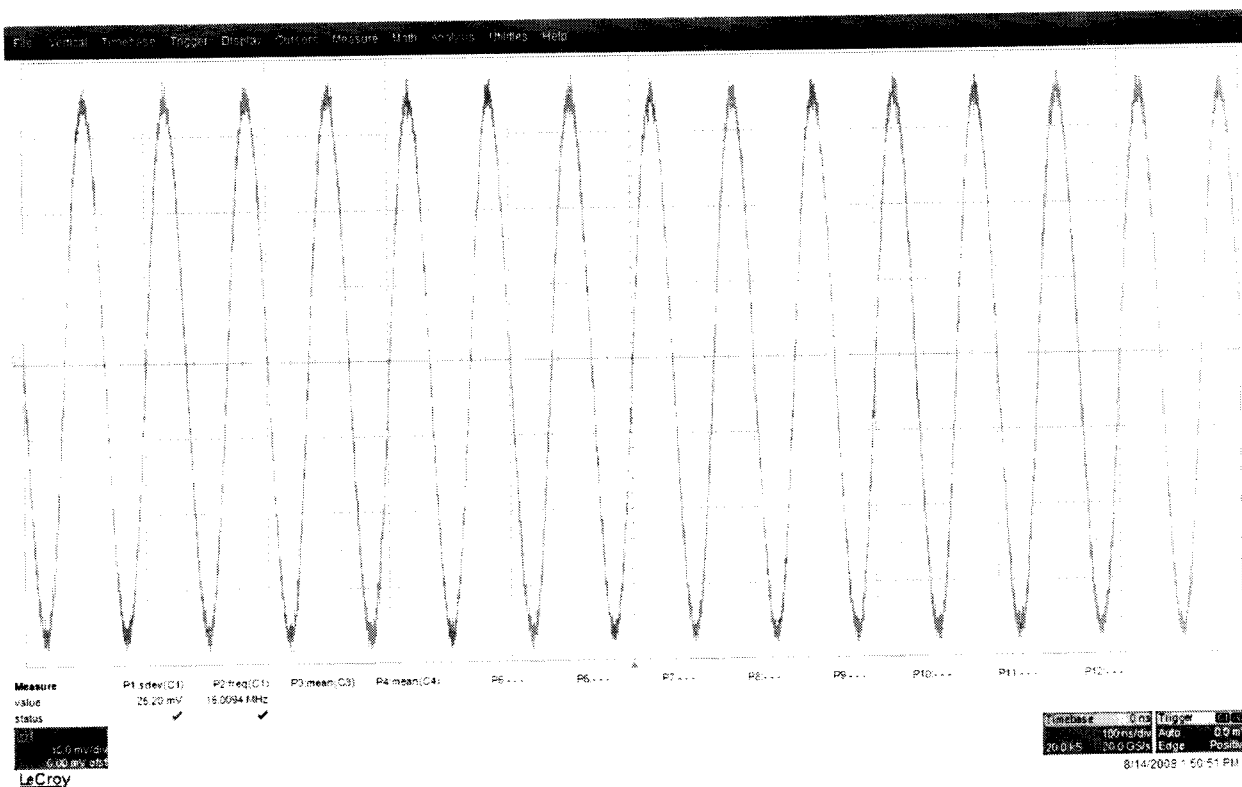

Рисунок 11.
8.6.4.7 Считать среднее измеренное значение $U_{осц-}$ (отображается как P...:mean(C...), рисунок 11) с экрана осциллографа и записать полученное значение в соответствующую графу таблицы 11.
8.8.1.8 Измерить осциллографом значение S_{dev1} (рисунок 11) и записать его в таблицу 12.